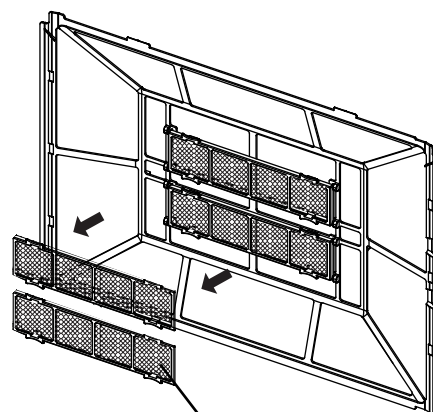

Fig.3
- 3 Estrarre i 2 filtri speciali anti-formaldeide, sganciando le 4 graffe di fissaggio dall'intelaiatura del filtro meccanico (Fig. 3).